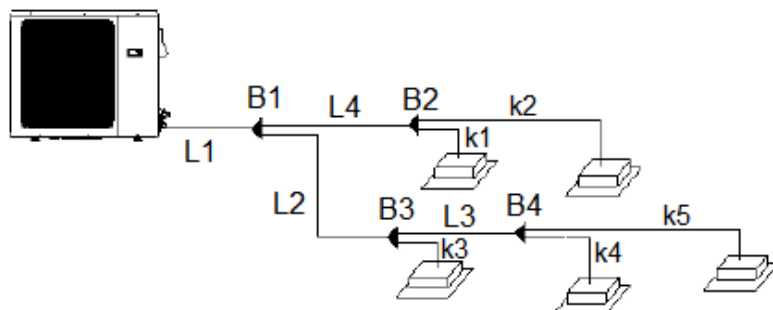

Рис.1.9
1.8.2 Диаметры труб на участке L1 между наружным блоком и рефнетом B1 (см.рис.1.9) при длине трубы на данном участке **< 90 м** согласно таблице 1.7
1.8.3 Диаметры труб на участке L1 между наружным блоком и рефнетом B1 (см.рис.1.9) при длине трубы на данном участке **≥ 90м** по таблице 1.8.
1.8.4 Диаметры труб на участках L2, L3, L4 и модели рефнетов B1, B2, B3, B4 (см. рис.1.9) определяются суммарной номинальной мощностью внутренних блоков (Q) расположенных по длине трассы *после* данных элементов по таблице 1.9
1.8.5 Диаметры труб на участках L2, L3, L4 не могут быть превышать диаметры труб на участке L1 (см. рис.1.9).
1.8.6 Диаметры труб на участках k1, k2, k3, k4, k5 (см. рис.1.9) определяются мощностью и типом внутренних блоков по таблице 1.10